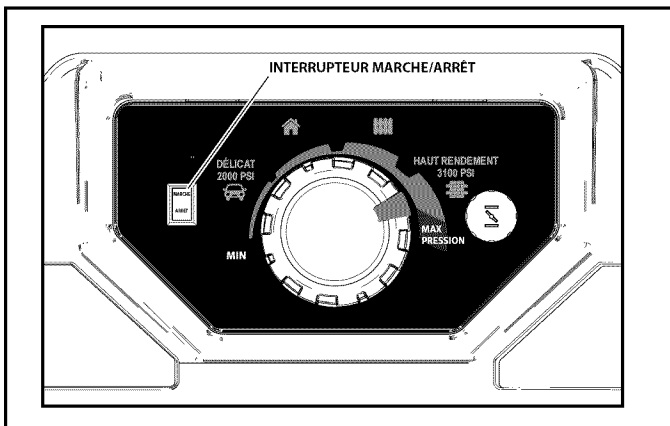

Figure 5-2. Interrupteur MARCHE/ARRÊT
1. Mettez l'interrupteur MARCHE/ARRÊT en position « MARCHE » (« ON ») (Figure 5-2).